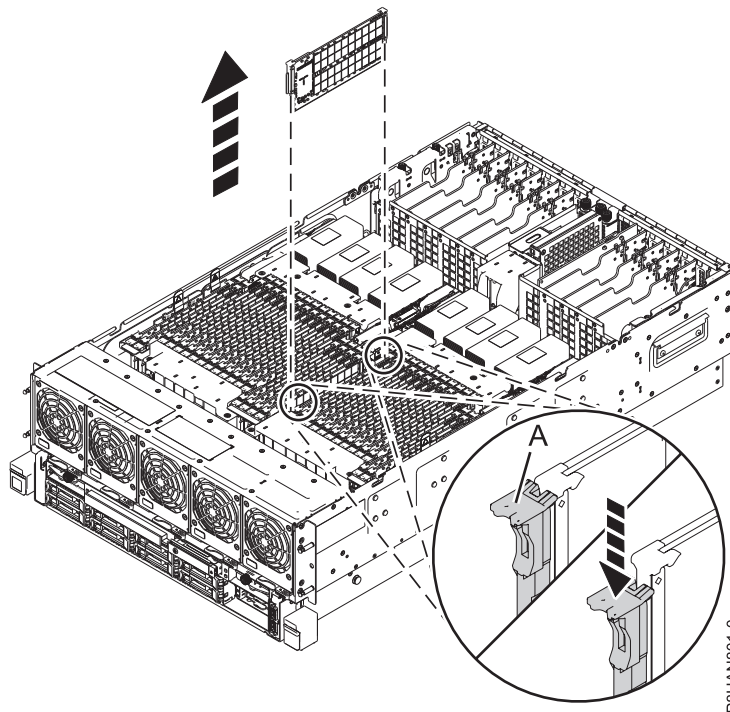

図 10. システムからのメモリー・カードの取り外し
- a. 固定タブ (A) を、16 ページの図 10 に示されている方向に押して、メモリーをスロット内のコネクタからアンロックします。このタブ操作で、メモリーがコネクタの外に押し出されます。